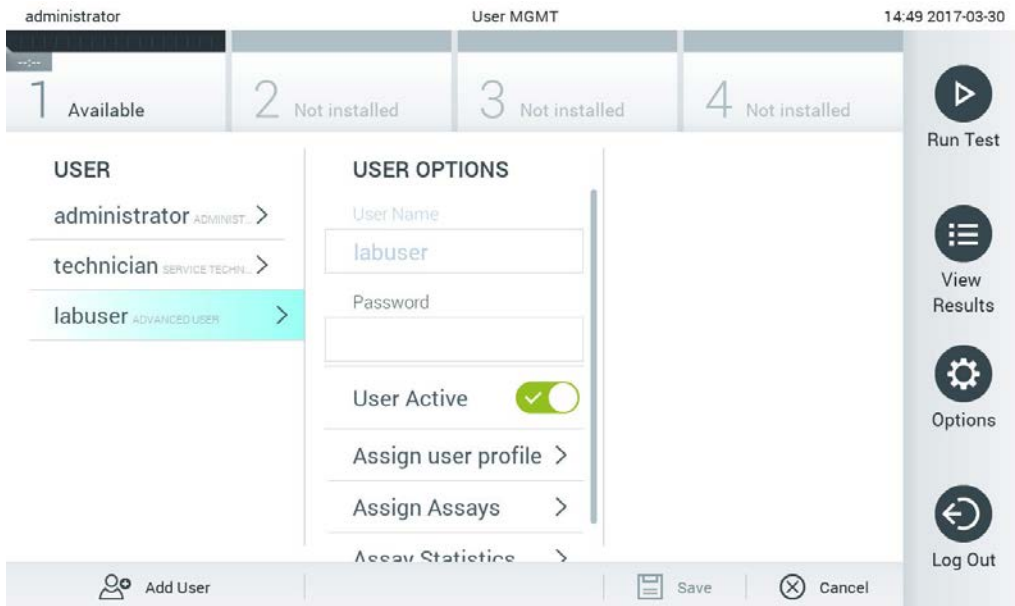

Abbildung 59: Auswahl und Verwaltung von Benutzern
2. Wählen Sie den zu verwaltenden Benutzer aus der Liste in der linken Spalte im Inhaltsbereich aus (Abbildung 59).